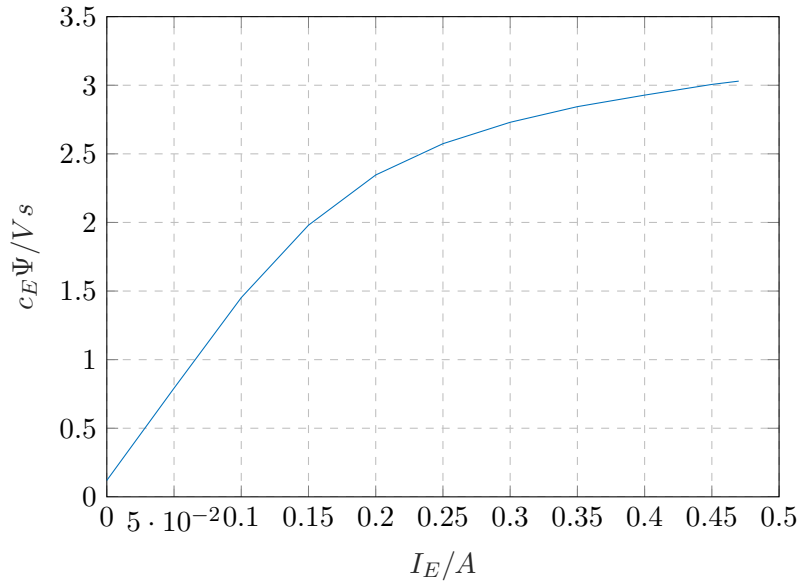

Abbildung 5.2: Kurve der Magnetisierungskennlinie
c) In diesem Aufgabenteil soll die Magnetisierungskennlinie durch eine Exceltabelle mit unseren Messwerten dargestellt werden. Wie in der Aufgabe 4 b) wollen wir hier auch kein Ankerstrom haben. Deshalb haben wir unseren GM mit unserer Lastmaschine betrieben. Dabei haben wir die Drehzahl N konstant auf 1000 Umdrehungen pro Minute und den Ankerstrom mit einem Intervall von 0,05A von 0 auf 0,5 A gesetzt. Die Ankerspannung haben wir nach jedem Intervall mit einem Multimeter ausgelesen und diese alle in der Tabelle 5.1 dargestellt. Anschließend haben wir die Werte in einem Diagramm Abbildung 5.2) dargestellt.